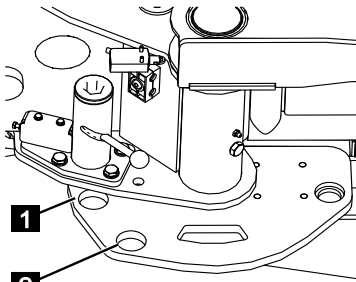

Fig. 125
3. Pivoter l'appui jusqu'à ce que la goupille de blocage se trouve sur le trou de la position de travail étroite (Fig.125/1) ou large (Fig.125/2).